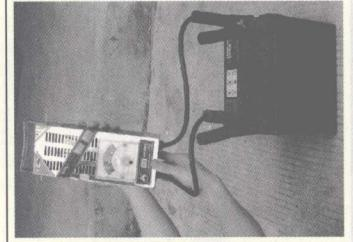

图1-3 测量蓄电池的放电电压
① 起动时，仪表灯变暗，此时测蓄电池电压为8V。由于大电流供电，蓄电池电压降低属正常现象。一般起动时蓄电池电压都降至9V，而此车下降过度，故起动困难，说明蓄电池亏电。
② 关闭点火开关再使蓄电池充电，但充电不足。首先检查了传动带的张紧度，适中，无打滑现象，怀疑发电机本身输出功率不足。准备拆下发电机进行拆解检测，客户说这个故障已是老毛病了，并已更换发电机和蓄电池，但问题一直存在。蓄电池放电电压的测量如图1-3所示。
③ 看来问题不在发电机上，重新进行检测，起动车后，测量蓄电池电压为12.5V，但发电机的输出端电压却为14.5V，从发电机到蓄电池端相差了2V，看来问题出在这段线路上。
④ 仔细检测了发电机到蓄电池正极之间的电压为2V左右。一根粗导线将两处相连怎么会出现线路压降呢？
⑤ 顺着这根导线检查了蓄电池接线柱和发电机的输出插头未发现问题。继续沿线查找，发现在发动机室后的熔丝盒处有两个螺栓座松动，这正是发电机输出与蓄电池线的交接处。
⑥ 原来是人为拆装熔丝盒时没将螺栓拧紧。紧固后，故障排除。再测蓄电池电压与发电机输出电压同为14.5V，正常。